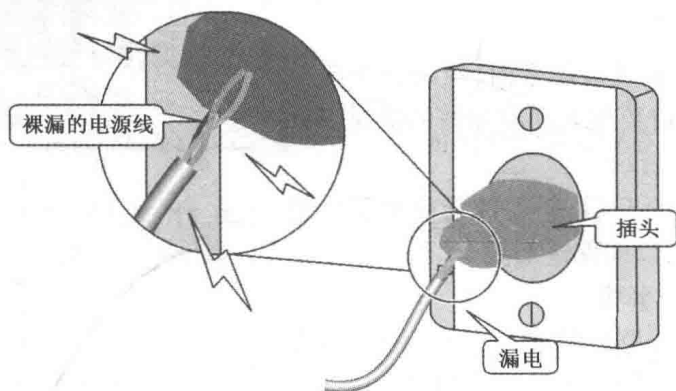

图 1-10 插座漏电示意图
①使用的工具设备必须是符合安全要求的合格产品。
②应定期对农用、家用电器设备进行维护和检修,确保其绝缘强度保持在合格状态,以免发生因漏电而导致的触电事故,如图 1-10 所示。